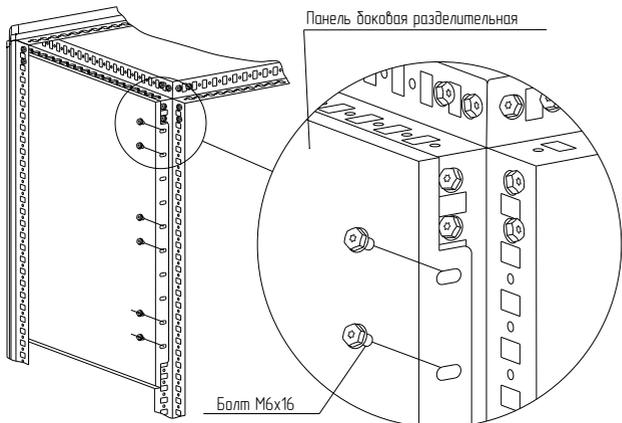

Рисунок 18
4.8.2 Установить панель боковую раздельную между стоек каркаса на нужной высоте и закрепите болтами М6 х 16 (рисунок 18). Момент затяжки – 7 Н·м. Болты приобрести отдельно.